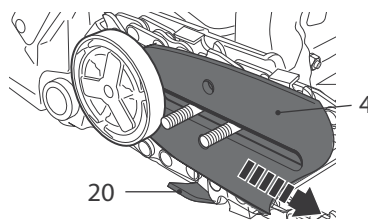

Fig. 7
- > La chaîne doit passer au-dessus de l'attrape-chaîne [20] (Fig. 7).
- > Tendez la chaîne [3] en poussant délicatement le guide-chaîne [4] vers la droite (Fig. 7).